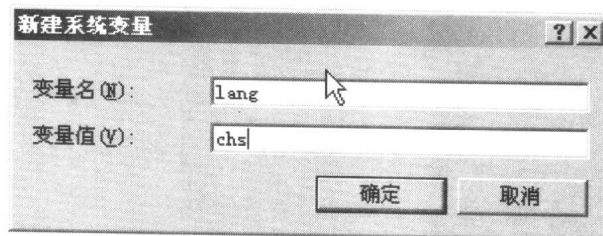

图 1-3 【新建系统变量】对话框
(3) 在【环境变量】对话框中的【系统变量】分组框中单击  按钮, 打开如图 1-3 所示的【新建系统变量】对话框, 然后添加如图 1-3 所示内容。这一步骤很关键, 只有正确地设置好了环境变量“lang”的值为“chs”, 才能保证安装后的程序界面为简体中文版。